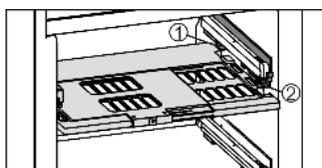

Fig. 22
- Introduire la plaque de régulation de l'humidité : insérer les travers du couvercle de la plaque par le bas dans le support arrière Fig. 22 (1) et encliqueter devant dans le support Fig. 22 (2).